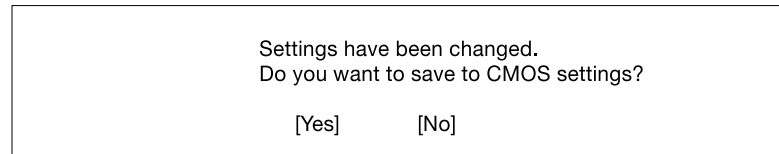

Figura 4-13 Pantalla de almacenamiento de cambios
5. Pulse la tecla **Esc** para volver al menú System Security y, a continuación, pulse la tecla **Esc** de nuevo para salir de Setup. Aparece la pantalla de almacenamiento de cambios que se muestra en la Figura 4-13.